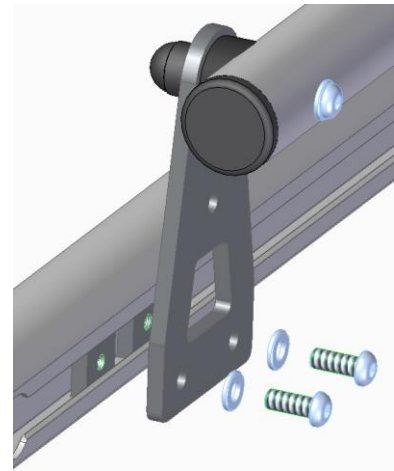

Abbildung 7
Zuletzt wird das Rohr für die Befestigungskralen (6) an einem der Querträger (2) mithilfe von Linsenkopfschrauben M6x16 (17), Unterlegscheiben (25) und Nutensteinen (22), die in die Nut des Querträgers (2) geschoben werden, montiert (Abb. 7). An diesem Rohr (6) können dann die Befestigungskralen (7 + 8 + 9 + 10) befestigt werden (siehe Titelbild der Anleitung). Je nach Montage des Auslegers (5) und der Querträger (2) muss das Rohr für Befestigungskralen (6) von den Blechen abmontiert und im unteren Loch der Bleche montiert werden. So werden Kollisionen zwischen hochgeklapptem Ausleger (5) und der Befestigungskralen (7 + 8 + 9 + 10) vermieden.